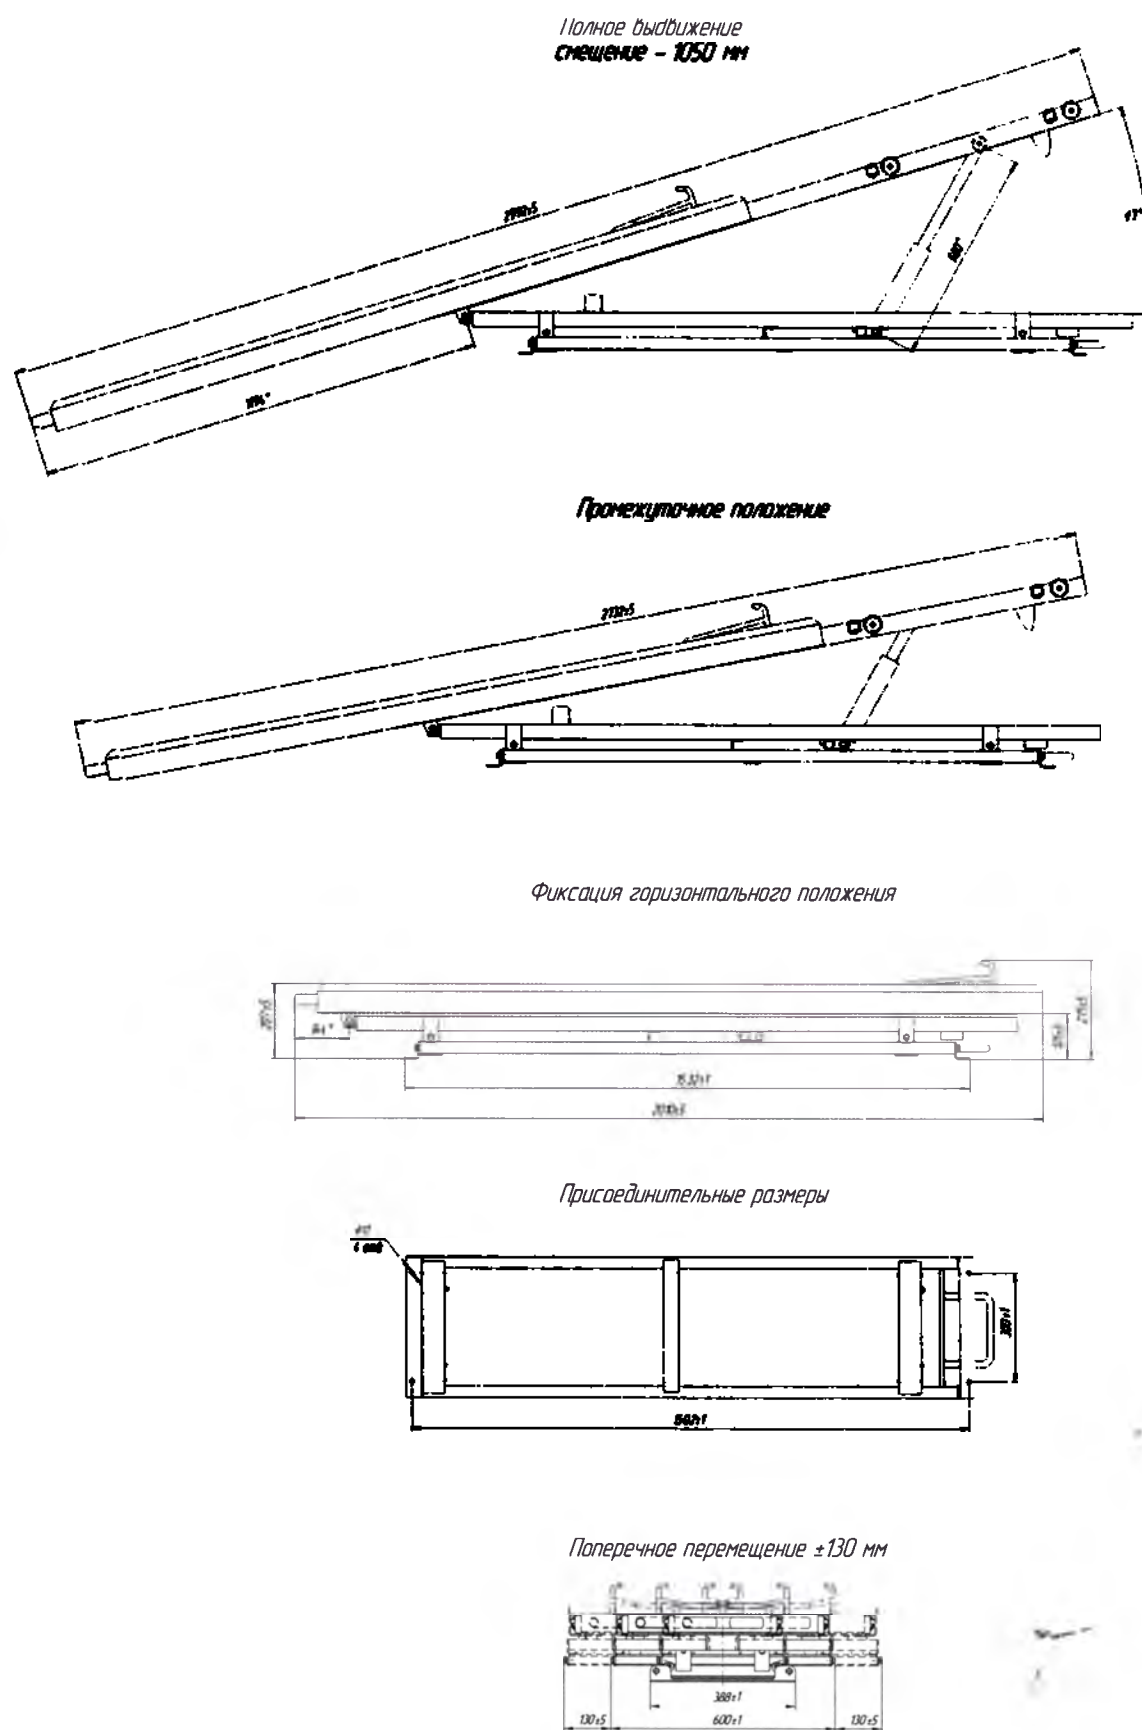

Рисунок 2. Устройство приёмное для перевозки пациентов УП2 ЛУИДОР
- расфиксировать механизм продольного перемещения, для чего повернуть рукоять в задней части устройства слева и, потянув за ручку, выдвинуть до упора на себя подвижную часть с приёмной панелью, см. рисунок 2
- закрепить заднюю часть рамы тележки-каталки с помощью запора установленного на приёмной панели (входит в комплект поставки тележки-каталки), см. рисунок 2